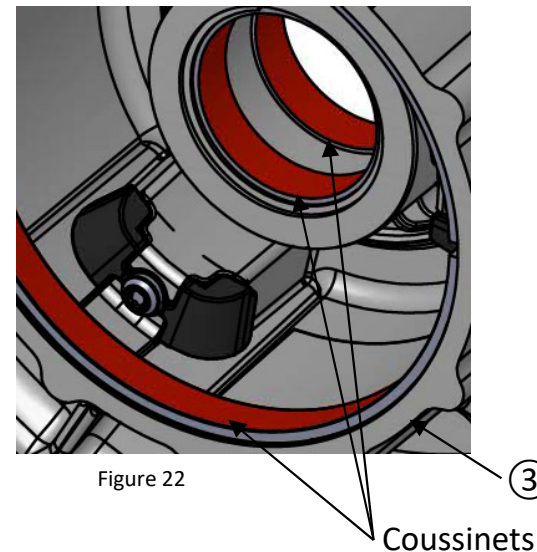

Figure 22
- Vérifiez les marques d'usure sur la came ⑦.
- Vérifiez les marques d'usure sur le ressort ⑥.
- Vérifiez l'usure des coussinets du flasque coulissant ③ (inspection visuelle seulement, figure 22). En cas d'usure excessive, vous devez remplacer le flasque coulissant ③ en entier.
Les coussinets ne peuvent pas être retirés du flasque coulissant ③ (figure 22).